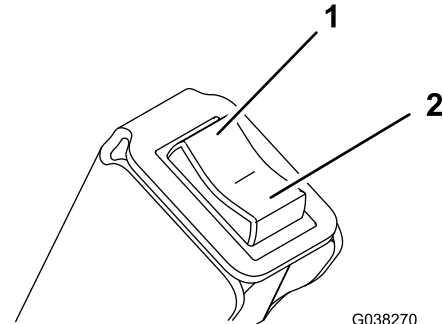

Figura 11
2. Vacíe la tolva presionando la parte superior del interruptor de descarga (Figura 11).
3. Baje la tolva presionando la parte inferior del interruptor de descarga (Figura 11).